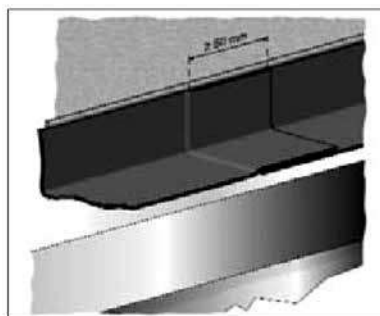

Figure 5: Raccordement horizontal
a) **Raccordement horizontal** entre bandes : assurer un recouvrement de 50 mm minimum (figure 5) puis coller avec OT015.